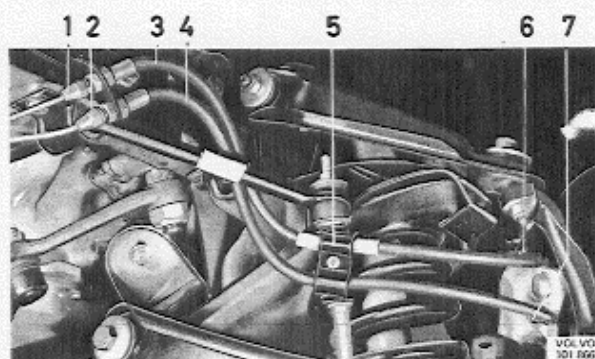

Abb. 20 Verlegung der vorderen Bremsschläuche
4. Querstabilisator anschrauben. Bremsschläuche gem. Abb. 20 verlegen und anschließen. Kontrollieren, daß die Bremsschläuche nicht verspannt sind; ggf. Schläuche nachrücken.
3. Schlauchschelle (5, Abb. 20) entfernen. Bremsrohranschluß (2) und unteren Bremsschlauch (4) von der Trägeröse lösen. Bremsleitungen mit Schutzkappen abdichten, um unnötiges Ausrinnen von Bremsflüssigkeit zu verhindern. Oberen Bremsschlauch (6) vom Bremssattel abschrauben.
7. Bremsleitungen entspr. Abb. 20 verlegen, anschließen und die Führungsschelle festklemmen. Hinsichtlich der Bremschläuche ist zu